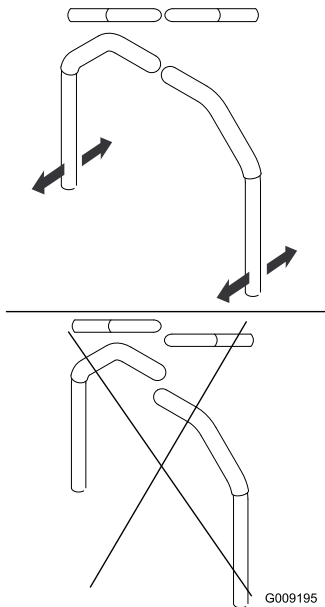

Figura 63
4. Alinee las palancas en el sentido adelante/atrás acercándolas a la posición de PUNTO MUERTO y muévalas hasta que estén alineadas; luego apriete los pernos (**Figura 63**).